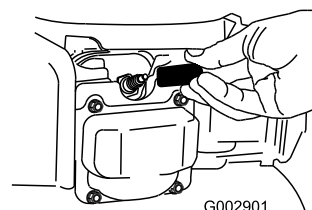

Figure 35
2. Débranchez la bougie (Figure 35) avant de procéder à un quelconque entretien.